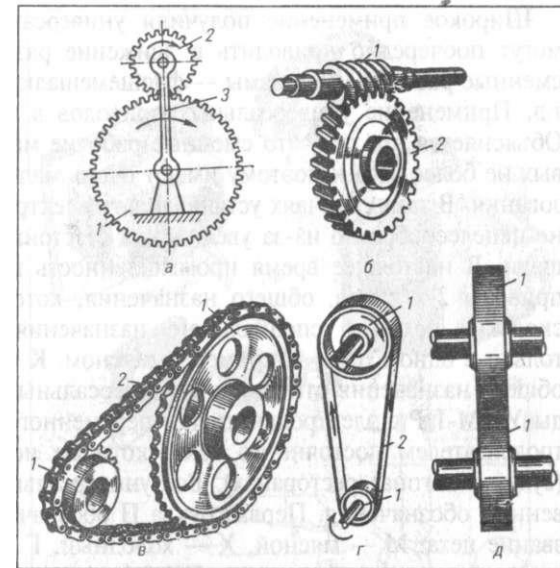

Рис. 1-2. Передаточные механизмы.
В зависимости от расположения зубьев, колеса подразделяются на прямозубые, косозубые и шевронные. Для передачи сложного вращательного движения используется планетарный зубчатый механизм (рис. 1-2 "а"), при котором одно зубчатое колесо неподвижно, другое совершает двойное вращение: вокруг своей оси и вокруг оси неподвижного колеса (взбивальная машина).
**Ременная передача (рис. 1-2 "г")** — осуществляется при помощи двух шкивов, закрепленных на ведущем и ведомом валах, и надетого на эти шкивы ремня. Вращение от одного вала к другому передается посредством трения, возникшего между шкивом и ремнем.
**Червячная передача (рис. 1-2 "б")** применяется для передачи движения между валами с пересекающимися осями. Состоит она из винта со специальной резьбой (червяк) и зубчатого колеса с зубьями соответствующей формы. Эти передачи компактны, бесшумны и значительно снижают скорость вращения вала.
**Цепная передача (рис. 1-2 "в")** состоит из 2-х закрепляемых на валах звездочек и шарнирной гибкой цепи, которая надевается на звездочки и служит для их связи. Эти передачи применяются в механизмах и машинах при больших расстояниях между валами и параллельном расположении их осей. Цепные передачи обеспечивают постоянное передаточное отношение и по сравнению с ременной передачей позволяют передавать большие мощности, кроме того, одной цепью можно приводить в движение нескольких валов. К недостаткам цепной передачи можно отнести высокую стоимость обслуживания, сложность изготовления и шума в процессе работы.
**Фрикционная передача (рис. 1-2"д")** - состоит из 2-х катков, насаженных на валы и прижатых один к другому. Вращение от ведущего катка передается ведомому за счет силы трения.